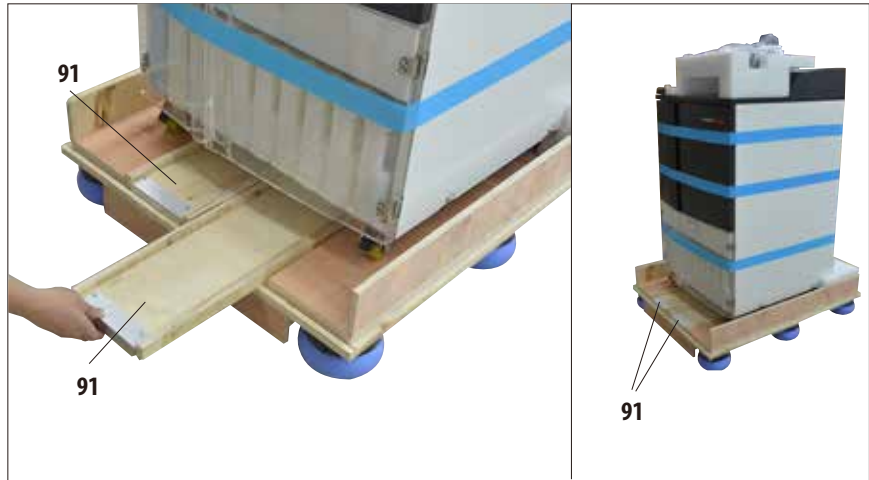

Bild 8
- Under instrumentet finns två rampskenor (91). Dra ut dem, framåt (bild 8).